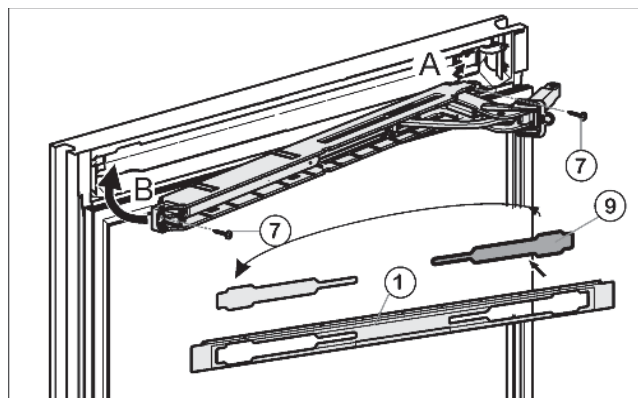

Рис. 15
- ▶ Вытащите защитную крышку Рис. 15 (9) и заглушки Рис. 15 (1) и вставьте ее с другой стороны.
- ▶ Прикрутите доводчик (2 раза Torx 15) Рис. 15 (7).